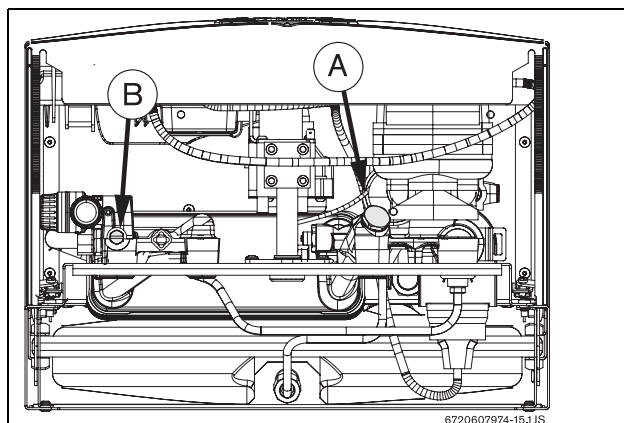

Fig. 25
- ▶ Rimuovere il tappo (Fig. 25, pos. A).
- ▶ Scaricare l'acqua di caldaia mediante l'apposito scarico presente nell'apparecchio, (Fig. 25, pos. B), presso il circuito di mandata del riscaldamento.